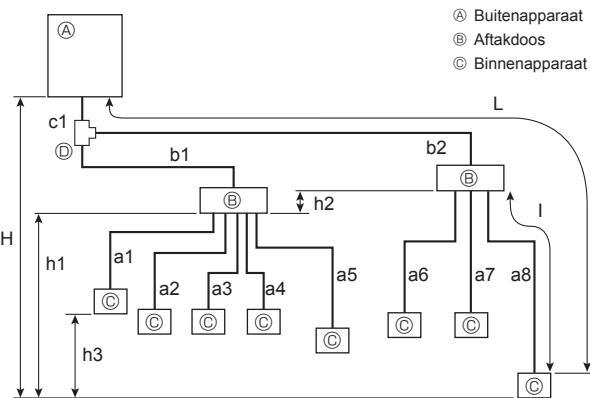

Fig. 4-2
4.2.2. Aansluiting met aftakdoos (Fig. 4-2)